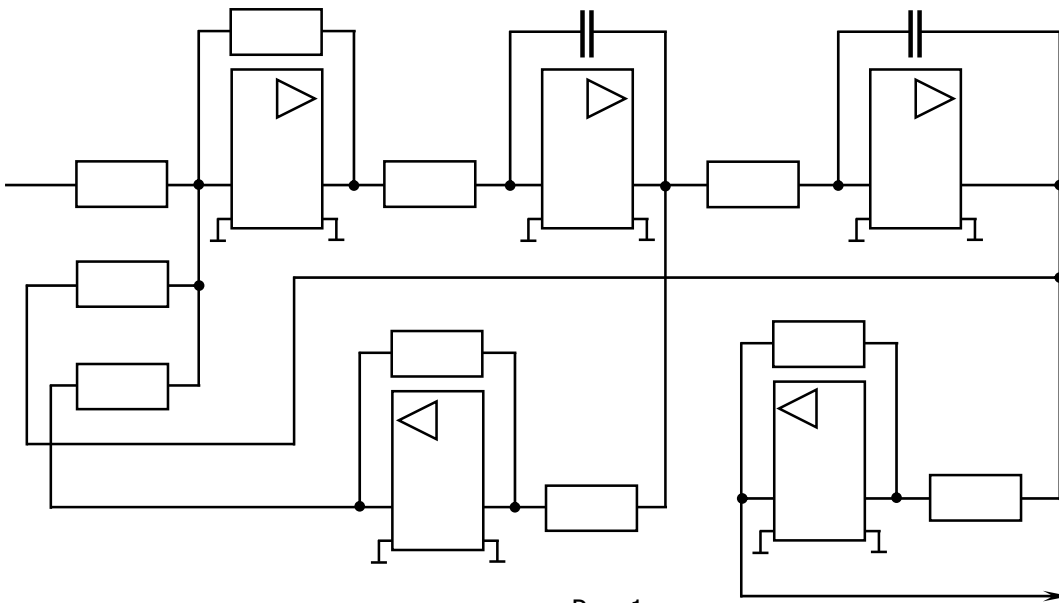

Рис. 1
5. Составляем схему модели методом понижения порядка (рис. 1).